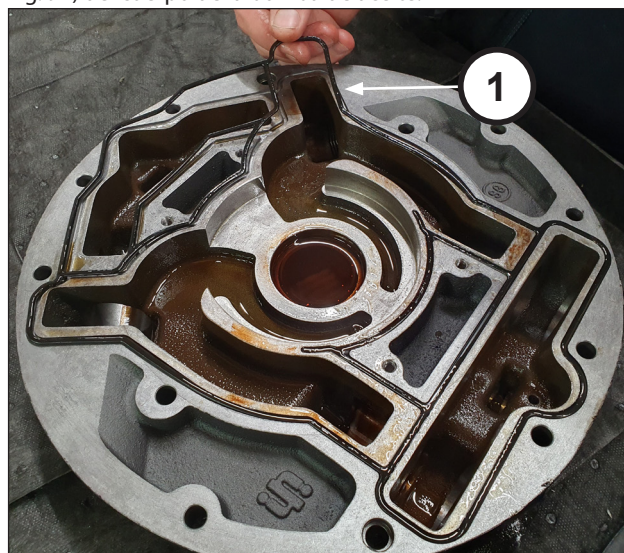

Fig. 92
Introducir la junta tórica perfilada en el alojamiento (pos. ①, Fig. 92) del cuerpo de la bomba de aceite.